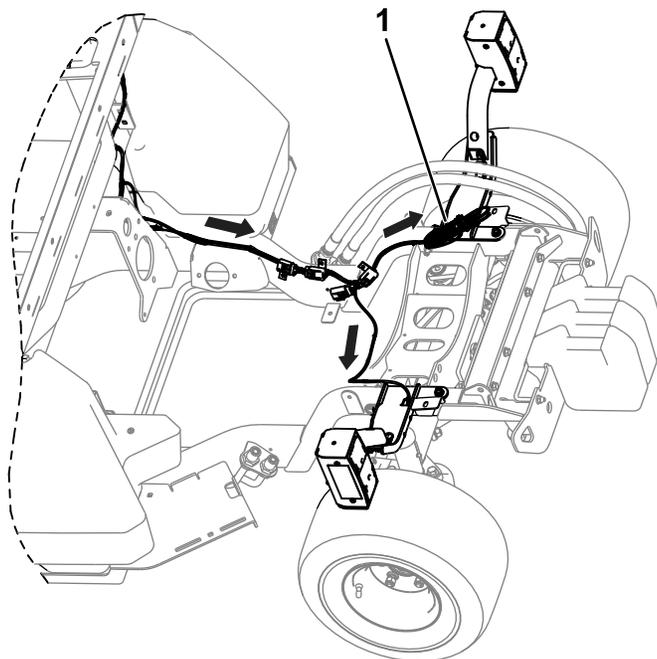

Figura 36
9. Utilice una brida para enrollar entre sí los conectores restantes (J01 y J02) (Figura 36).